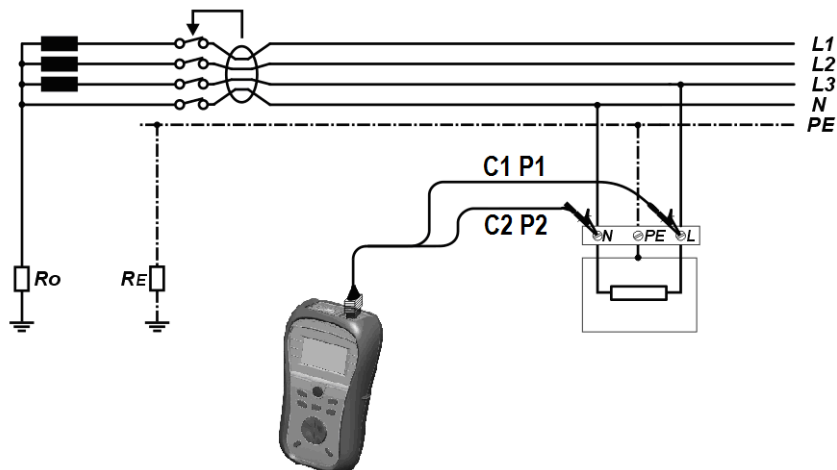

Figure 6.9: Branchement pour mesure de tension / fréquence
- Brancher les pinces crocodiles ou pointes de touche sur C1, P1 et C2, P2 et sur le dispositif à contrôler (figure 6.9).